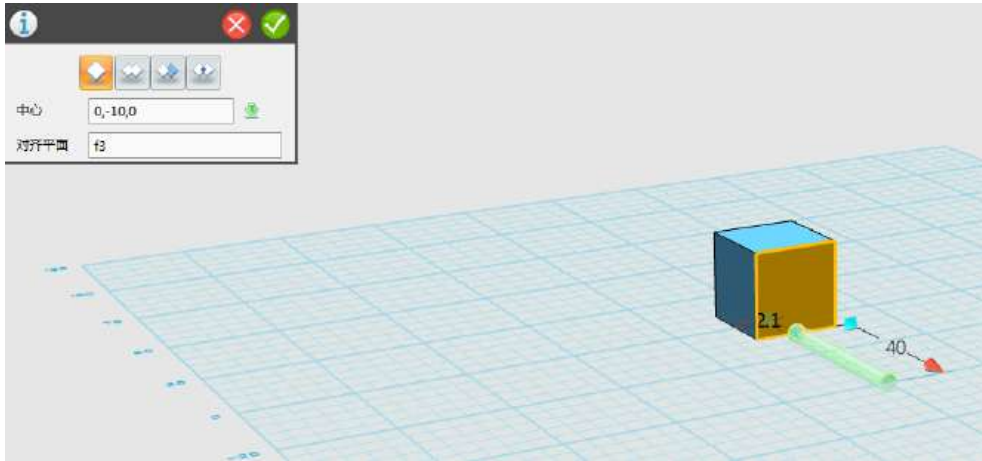

图 1-2
Step 2 点击“基本实体”，选择“圆柱体” 功能，创建一个圆柱体。圆心选择中心点，一定要选择“对齐平面”，使得圆柱体垂直于六面体。输入长度“40”，半径“2.1”，输入完之后，点击 确定，如下图 1-2 所示：